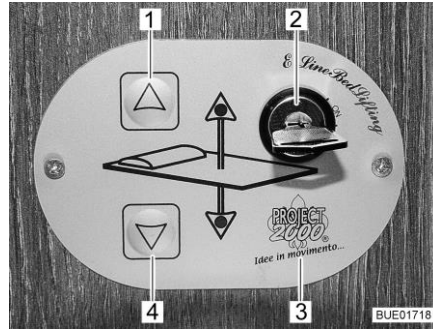

Bild 65 Kontrollenhet
Med knapparna (Bild 65,1 och 4) på kontrollenheten (Bild 65,3) sänks och lyfts den höjbara sängen. Med nyckelbrytaren (Bild 65,2) säkras kontrollenheten mot obehörig användning.
- Vrid nyckeln i nyckelbrytaren (Bild 65,2) 90° medurs på ställningen "On". Kontrollenheten (Bild 65,3) är aktiverad.
- Tryck på pilknappen (Bild 65,4) och håll den så länge intryckt till den höjbara sängen sänks ned till önskad position.
- Tryck på pilknappen (Bild 65,1) och håll den så länge intryckt till den höjbara sängen lyfts fram till gränsställningen.